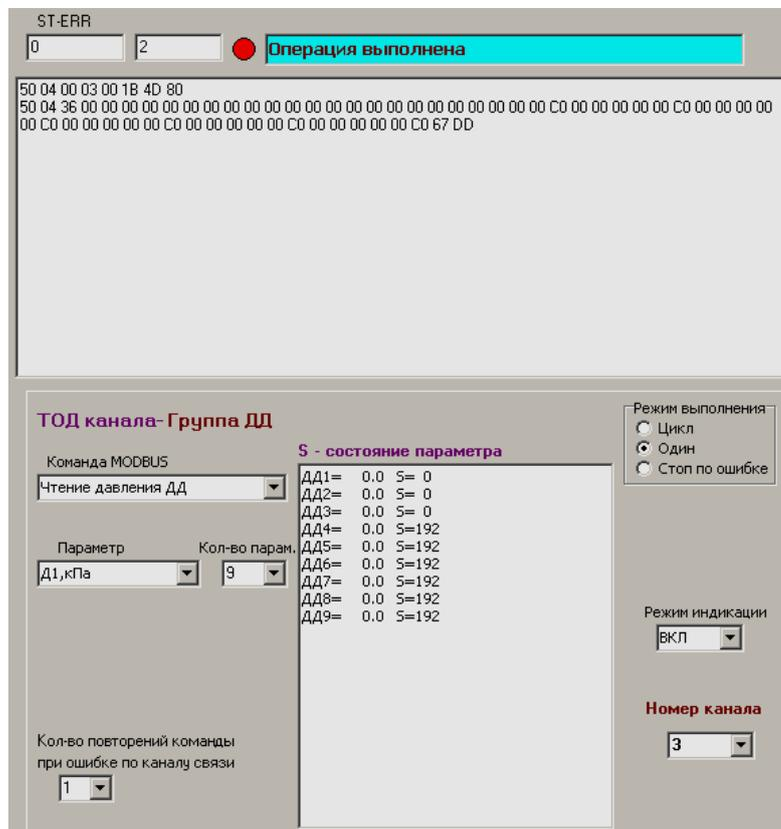

Рисунок 7.17
7.1.10.1 «Чтение давления ДД». Команда используется для чтения значений давления с датчиков ДД1 установленных в Группе ДД. При выборе команды на форме отображаются дополнительные параметры «Параметр» и «Кол-во парам.». Значение «Параметр» определяет начальный параметр для чтения, «Кол-во парам.» – количество параметров для чтения. «Параметр» «Д1, кПа» – значение давления 1-го ДД1 в группе и т.д. В Группе ДД может быть до 9 ДД1. Если начальный «Параметр» равен «Д1, кПа», то максимальное количество параметров для чтения в соответствии с КШЮЕ.421451.002ПО равно 9 (рисунок 7.17).